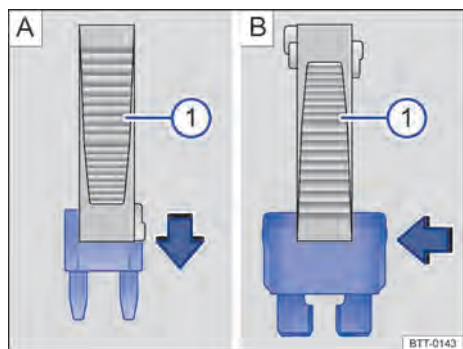

Fig. 240 Retirar ou colocar o fusível plano com o alicate de plástico: **A** MINI **B** ATO.
- No caso de fusíveis planos, de acordo com o modelo do fusível, colocar as garras adequadas do alicate plástico → Fig. 240 **A** **①** ou → Fig. 240 **B** **①** sobre o fusível na direção da seta.